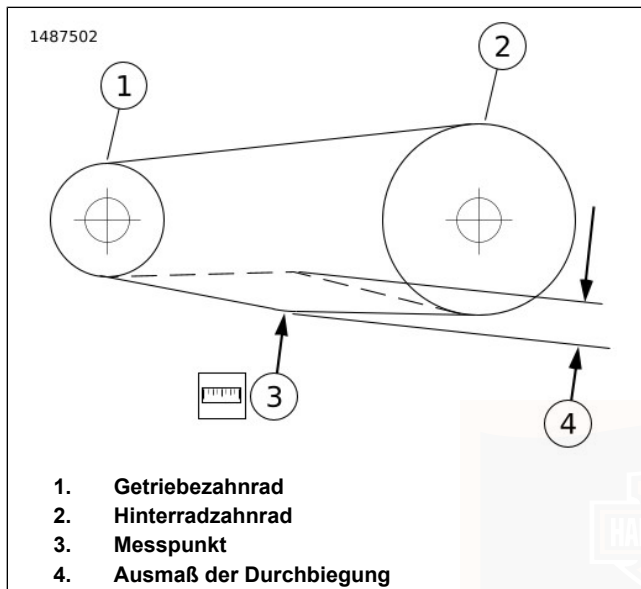

Abbildung 61. Durchbiegung der Antriebskette überprüfen
1. Siehe Abbildung 61. Die Kettendurchbiegung messen.
- b. Den Mittelpunkt am unteren Teil der Kette zwischen den Mittelpunkten von Getriebezahnrad (1) und Hinterradzahnrad (2) suchen.
- c. Das Rad drehen, um den straffsten Punkt der Kette am Messpunkt (3) zu finden.
- d. Die Kette nach oben schieben und dann runterziehen, um das Ausmaß der Durchbiegung (4) im unteren Teil der Kette messen.